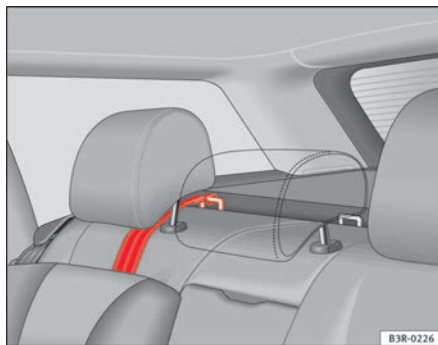

Fig. 35 Correia de fixação: ajuste correcto e montagem
- Passar a correia de fixação do Top Tether por baixo do encosto de cabeça do lugar traseiro ⇒ fig. 35 (levantar o encosto de cabeça se for necessário).